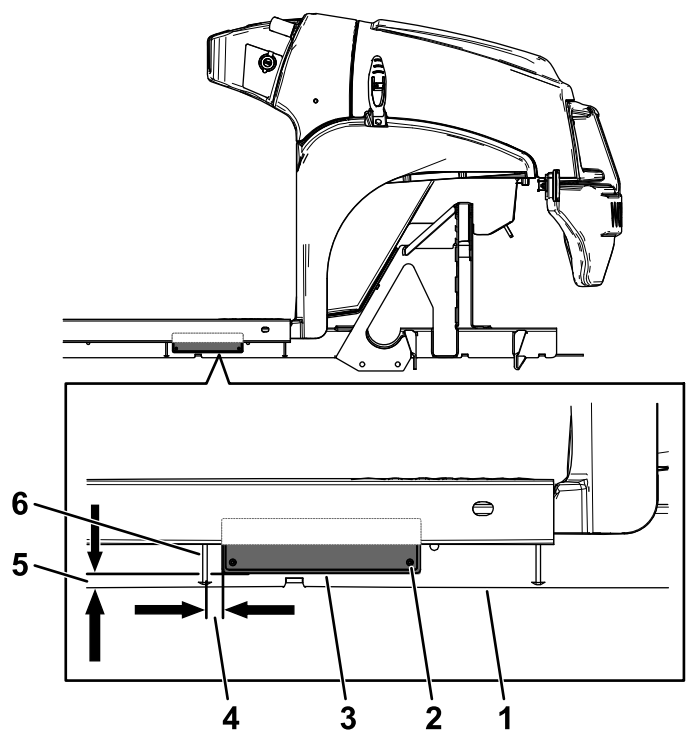

图 6
1. 用 4 个弹伸铆钉 (3 x 10mm) 将序列号牌安装到图 6 所示的位置。